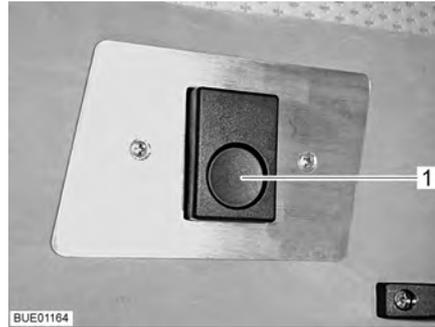

Fig. 85 Bloccaggio
- Premere il bottone di sbloccaggio (Fig. 85,1). Il bloccaggio viene sbloccato.